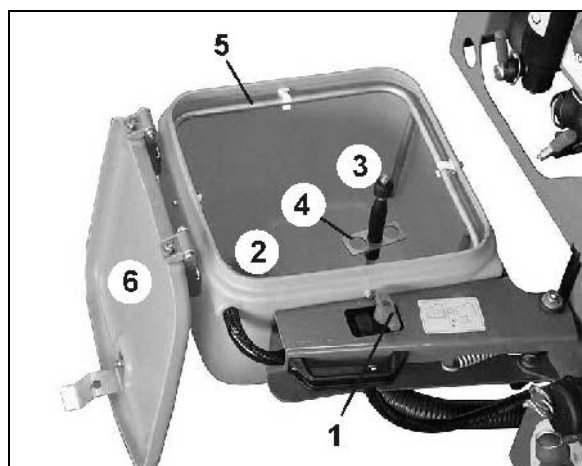

Fig. 31
Der kommer vand ud af dunk-skylledysen (Fig. 31/3) når
- trykpladen (Fig. 31/4) presses ned med dunken.
- det låste klaplåg (Fig. 31/2) trykker dunk-skylledysen ned.